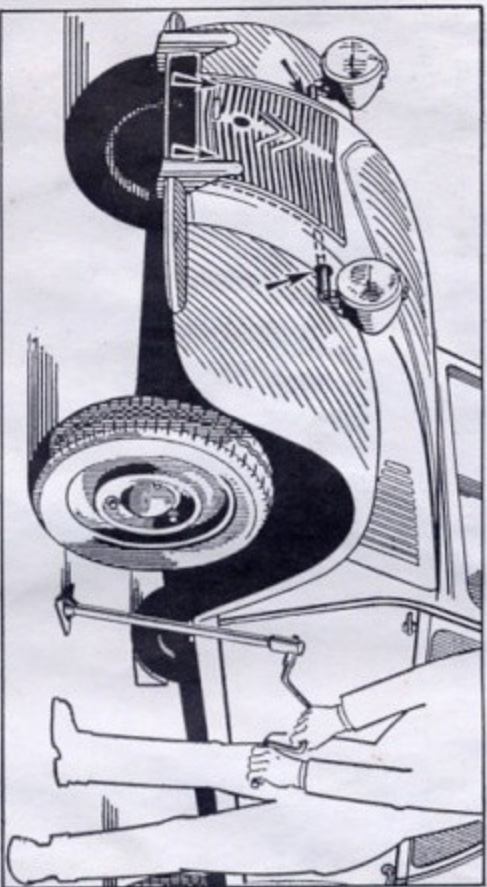

Fig. 11. — POSITION DU CRIC A L'AVANT (ET DE LA CALE AR)
Vous le trouverez dans l'outillage de bord. Il se fixe sur le capot (voir les flèches fig. 11). L'écran est indispensable en cas de gel. Engagez les crochets supérieurs dans les encoches de capot, à la sortie de la barre porte-phares, et les crochets inférieurs sur une barrette inférieure du capot.
- 1° à l'avant : à l'avant des portes AV (fig. 11) ;